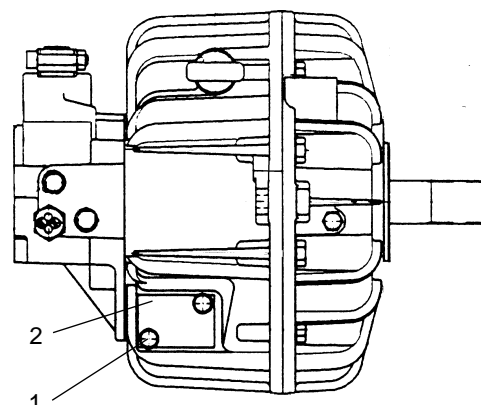

Fig. V-3
### Solo per ZF 25 A - ZF 25 vecchia versione (Fig. V-3)
2.4.4 Bloccare il coperchio nella sua sede avvitando le viti (fig. V-3 pos. 1), coppia di serraggio 18 Nm;
### ZF 25 A - ZF 25 seulement ancienne version (Fig. V-3)
2.4.4 Installer le couvercle en tournant les vis (fig. V-3 position 1), couple de serrage 18 Nm;
### Sólo para ZF 25 A - ZF 25 versión anterior (Fig. V-3)
2.4.4. Bloquear la tapa en su alojamiento apretando el tornillo (Fig. V-3, pos. 1), par de apriete 18 Nm;
### ZF 25 A - ZF 25 kun (Fig. V-3) Gammel versjon
### ZF 25 A - ZF 25 nur (Fig. V-3) Alte Version
2.4.4 Ölfilter in das Gehäuse einsetzen und mit Schrauben(Pos.1 Bild V-3), Anzugsmoment 18 Nm;